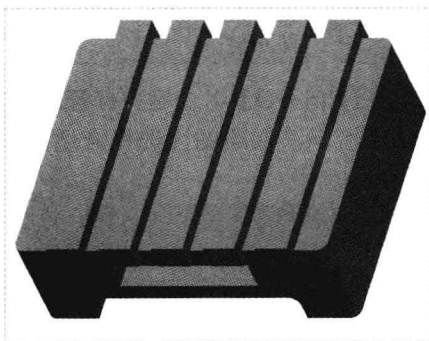

图 11-51 阵列元件
Step 04 在“输入第一方向的阵列成员数”数值框中输入 5，单击“应用并保存在工具中所做的所有更改，然后关闭工具操控板”按钮 ，即可阵列元件，如图 11-51 所示。